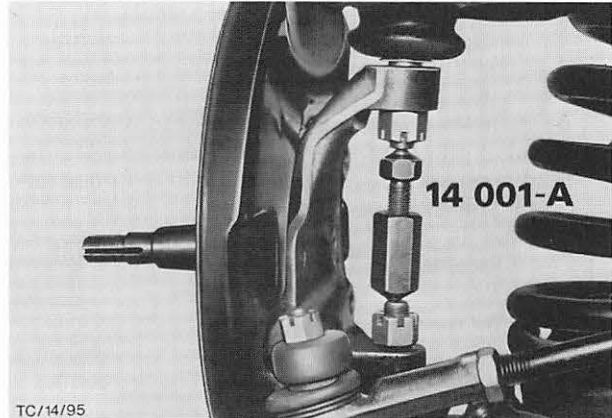

Abb. 16 Werkzeug 14-001-A
6. Kronenmuttern der Kugelgelenkbolzen am Achsschenkel entsplinten und lockern. Mit Werkzeug 14-001-A Kugelgelenkbolzen vom Achsschenkel trennen. Abb. 16.